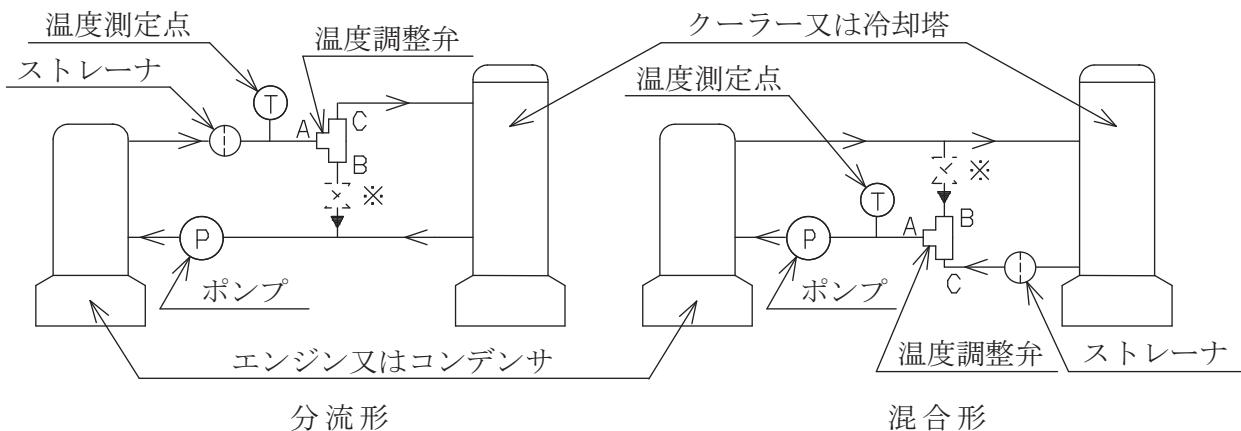

図3 標準的配管例
- 冷却塔を使用している場合は、特に温度調整弁にスケールやごみその他の異物 が入り作動不良になるおそれがありますから、図3のようにストレーナを取り付けてください。
本体の三つの接続口の横に、それぞれ“A”、“B”及び“C”の鋳出しマークがありますから、表1と図3に従って間違いないよう配管に接続してください。
冷却塔を使用している場合は、特に温度調整弁にスケールやごみその他の異物 が入り作動不良になるおそれがありますから、図3のようストレーナを取り付けてください。
調整弁内部各流路間の差圧のアンバランスをできるだけ少なくして調節を円滑にするため、バイパス管には図3 ※部のように手動弁を設けて圧力を調節してください。